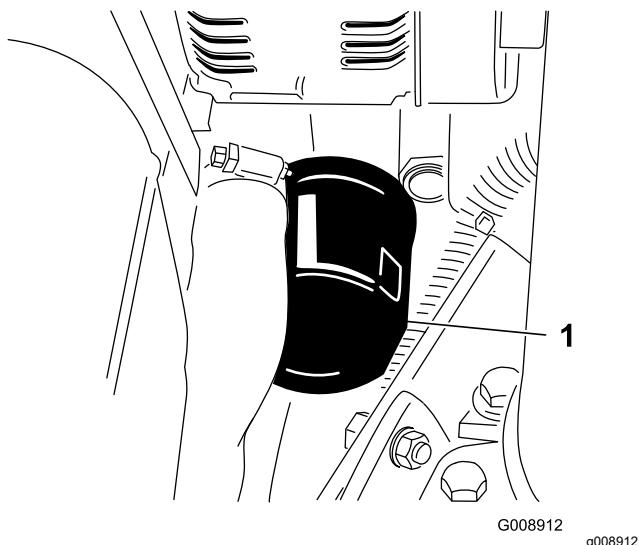

Figura 48
2. Togliete il filtro dell'olio (Figura 48). Applicate un velo di olio pulito sulla tenuta del nuovo filtro prima di avvitarla. **Non serrate troppo.**